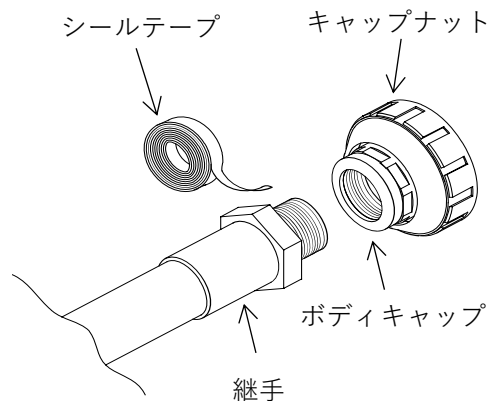

図 5.2-1
- 5) ボディキャップを傷付けないように、スパナまたはモーターレンチで 1/2～1 回転ねじ込みます。(図 5.2-1)